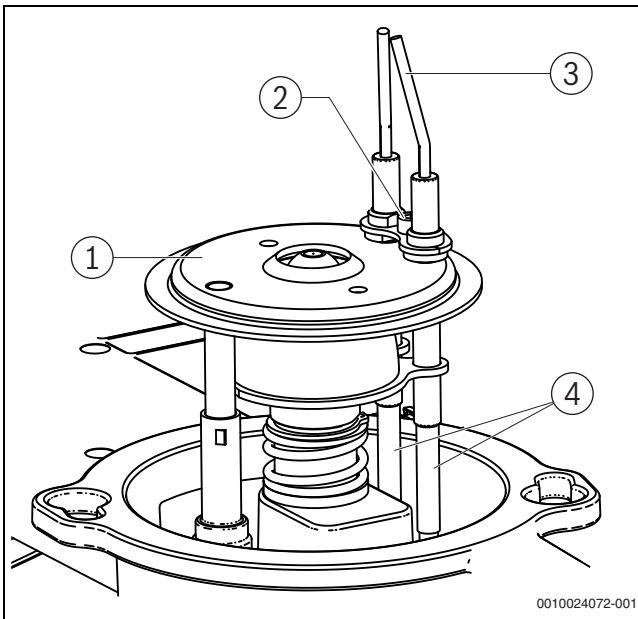

Bild 66 Mischsystem ausbauen
Die Zündelektroden (→ Bild 66, [1], Seite 37) müssen frei von Ablagerungen sein.
- ▶ Schraube (→ Bild 66, [2], Seite 37) zwischen den Zündelektroden [1] lösen.
- ▶ Zündleitungen (→ Bild 66, [5], Seite 37) von den Zündelektroden [1] abziehen.